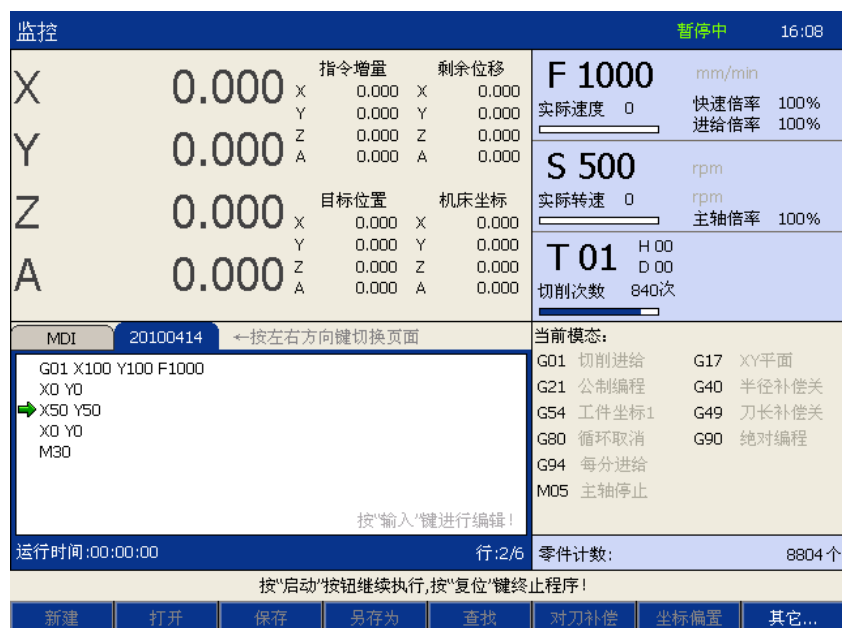

图 4-14
- 3) 按“扫描”按钮，程序段扫描过程启动，‘绿色’程序指针最后定位到指定行号的程序段，如图 4-14 所示。